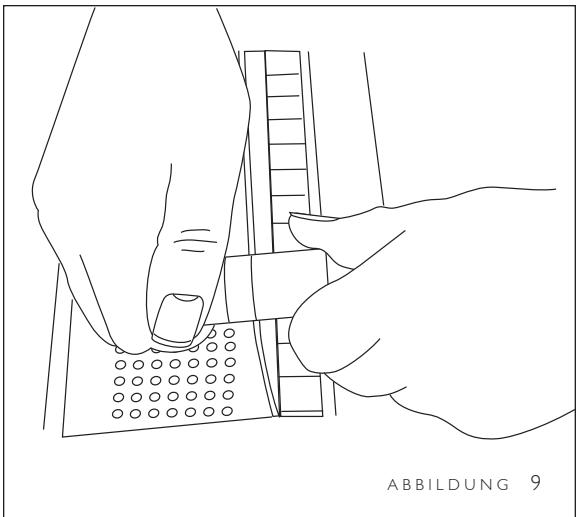

ABBILDUNG 9
1. Den Papieranschlag durch Festhalten des hinteren Teils des Anschlags und Drehen des Vorderteils nach links lösen (Abb. 9).